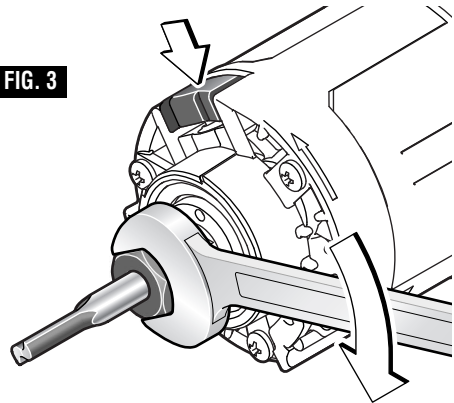

FIG. 3
5. Une fois le fer en place et le blocage de l'arbre enclenché, serrez fermement l'ensemble de douille en sens horaire (vu du dessous de la défonceuse) à l'aide de la clé de douille (Fig. 3).\*